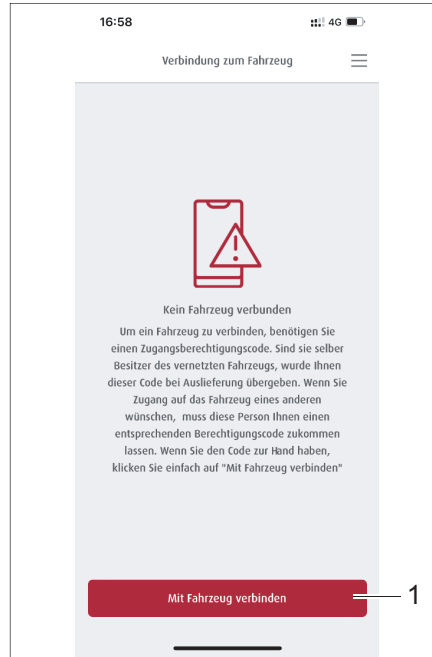
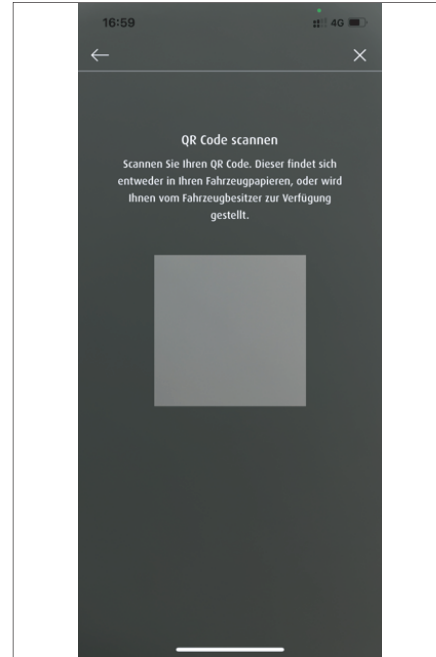

Fig. 285 Conexión al vehículo
Fig. 286 Escanear código QR
- Tocar en la opción *Registro* (Fig. 284,1). Aparece el campo de menú Conexión al vehículo (Fig. 285). Si ya hay vehículos conectados, se mostrarán aquí.
- Presione la opción *Conectarse al vehículo* (Fig. 285,1). Aparece el campo de menú Escanear código QR (Fig. 286).